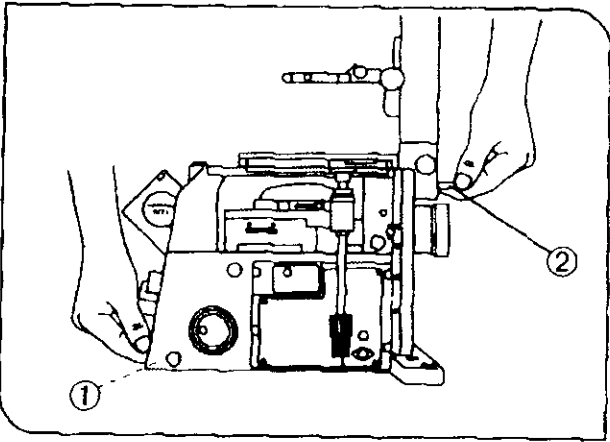

图 2
2. 移动显微镜前，请卸下观察筒、聚光镜和反射光汞灯灯室，然后，如图 2 所示，通过镜基（前边缘）(1)和照明柱上的把手(2)搬起显微镜。（重量：大约 20 公斤）